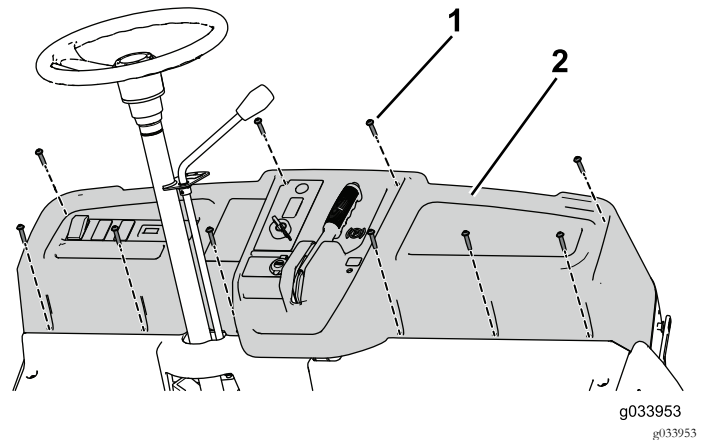

Figura 81
5. Utilize os 10 parafusos ($1/4 \times 1 1/4$ pol.) para prender o painel de instrumentos à máquina (Figura 81).